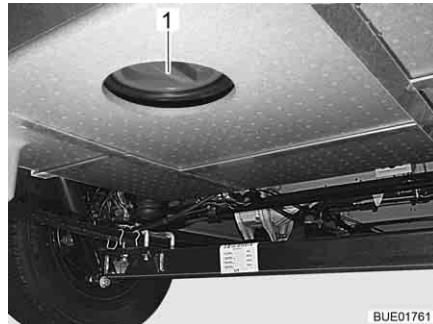

Bild 230 Reinigungsoffnung Abwassertank
- Reinigungsöffnung (Bild 230,1) am Abwassertank und Ablasshahn öffnen.